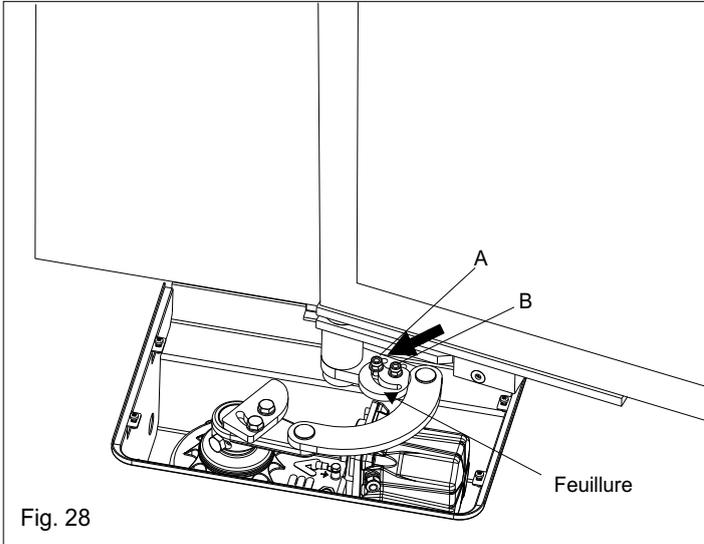

Fig. 28
6.4. Dévisser les écrous A et B, tourner la came jusqu'à feuillure avec la contre bielle et ré-bloquer les écrous (Fig. 28)